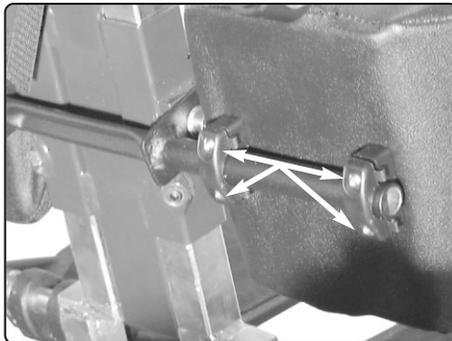

Abb. 36: Einstellung der Wadenstütze
1. Lösen Sie die vier Schrauben an der Rückseite der Wadenstütze (Abb. 36).